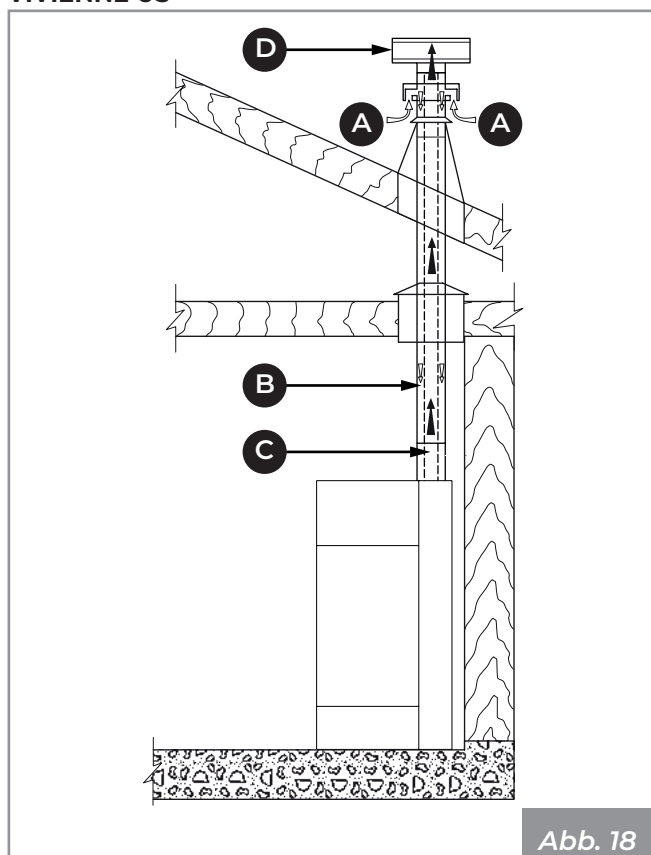
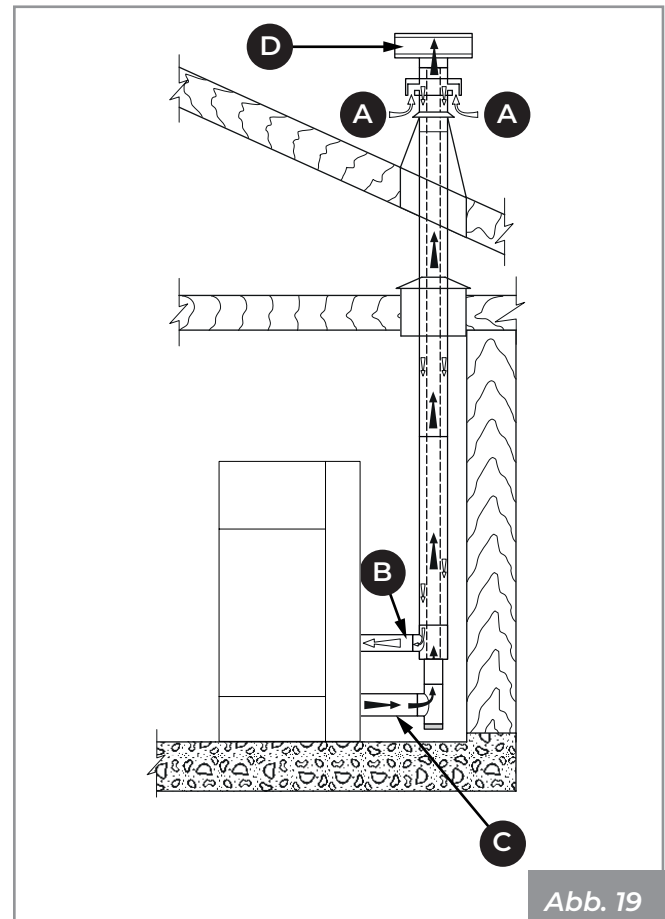
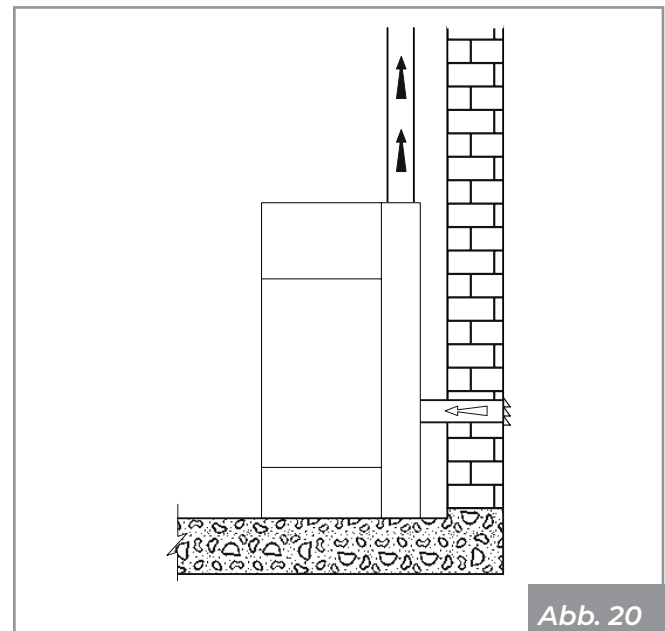
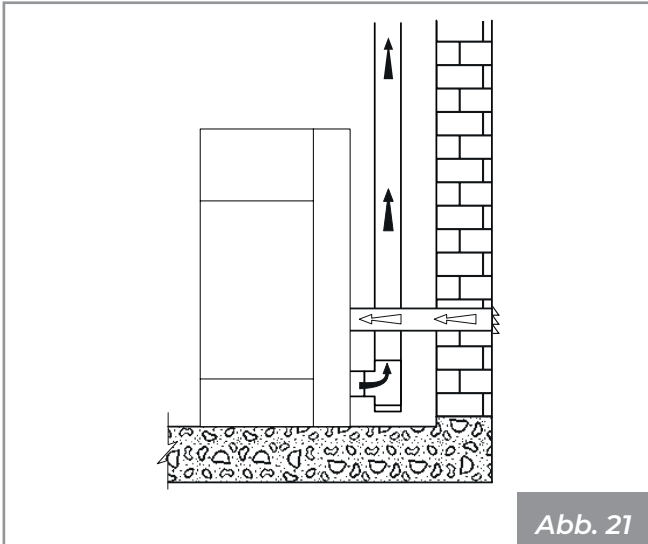

Abb. 18
Abb. 19
Abb. 20
Abb. 21
- direkt von außen mit direktem Anschluss an die Brennkammer kommen (**Abb. 18 - Abb. 21**).
- die Verbrennungsluft mit Hilfe eines koaxialen Auspuffrohrs für die Abführung der Abgase und den Lufterinlass zu leiten (**Abb. 18 - Abb. 19 - A, B = Lufterintritt, C, D = Rauchgasaustritt**); daher ist es nicht notwendig, einen klassischen Lufterintritt in den Raum vorzunehmen.
- den Verbrennungslufterinlass des Geräts mit einem geeigneten Kanal an den Lufterinlass anschließen (**Abb. 20 - Abb. 21**).